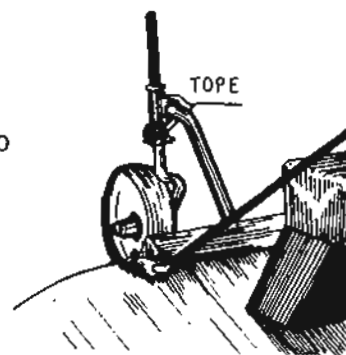

Fig. 1
- c Gradúe la altura de corte accionando el sistema hidráulico y la rueda trasera del apero (fig. 1).